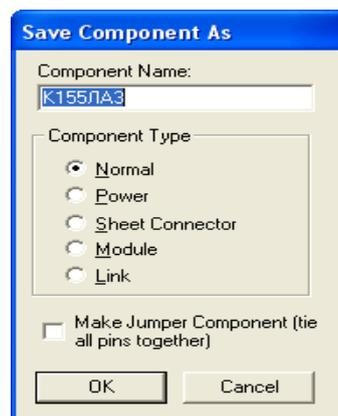

Рис.3.8. Окно сохранения элемента в библиотеке.
- В следующем диалоговом окне (рис. 3.8) установите флажок **Normal** и нажмите **ОК**.